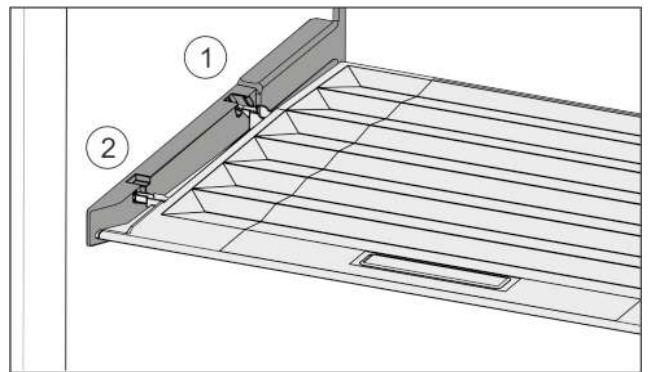

Fig. 29
- ▶ Вставить поперечные ребра крышки через отверстие заднего держателя Fig. 29 (1) и защелкнуть спереди в держателе Fig. 29 (2).